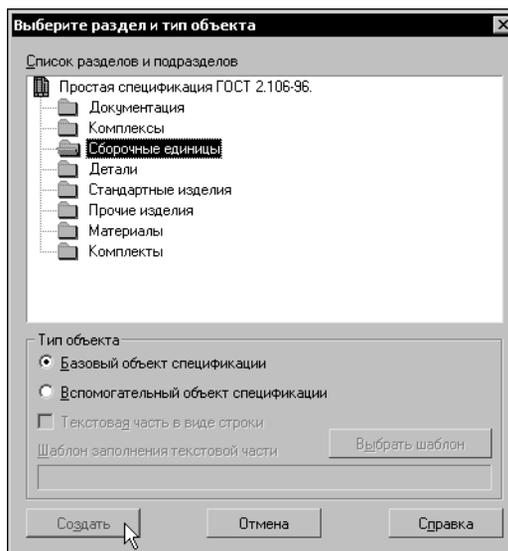

Рис. 12.4. Выбор раздела Сборочные единицы
3. Выберите в диалоге **базовый** объект (рис. 12.4) и нажмите кнопку **Создать**.